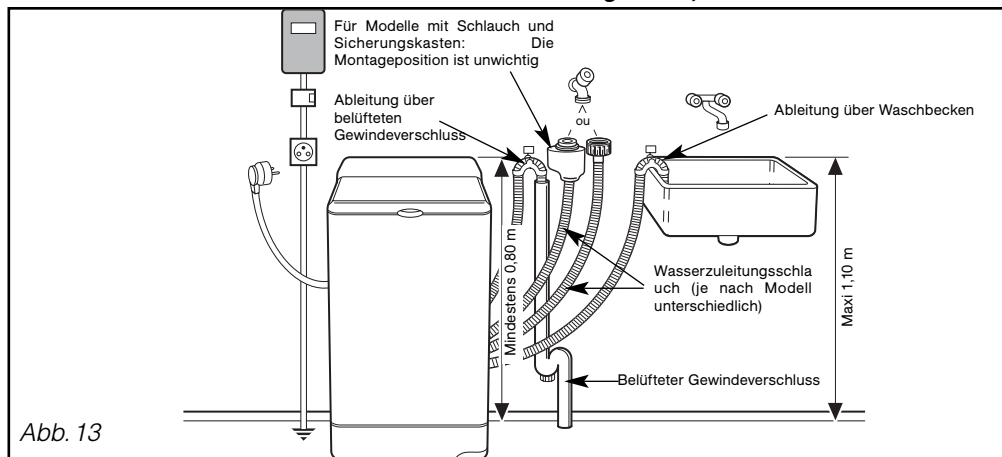

Abb. 13
• **Kaltwasserversorgung** (Abb. 13):
• **Stromversorgung** (Abb. 13):
• **Abwasserableitung** (Abb. 13):